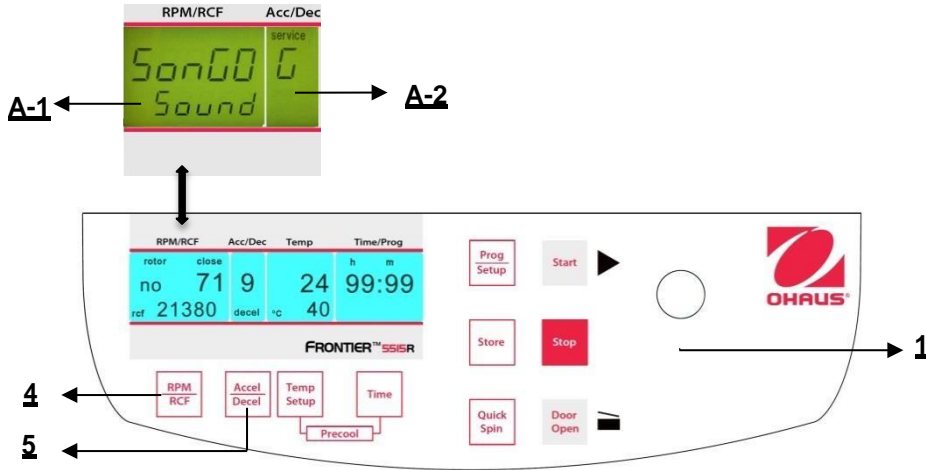

Figura 35
Procedere come descritto al punto 4.1.2 per inserire questa modalità programma e poi premere il tasto **"Accel/Decel"** (5). **Sul display "Acc/Dec" (A-2) lampeggia la parola "Service"**. Selezionare adesso la lettera **"G"** con la manopola di regolazione (1). Di conseguenza, sul display **"RPM | RCF" (A-1)**, appare la parola **"V SonGo/Sound"**. Dopo aver premuto il tasto **"RPM | RCF" (4)**, è possibile selezionare una suoneria con la manopola di regolazione(1). (Vedere figura 35)